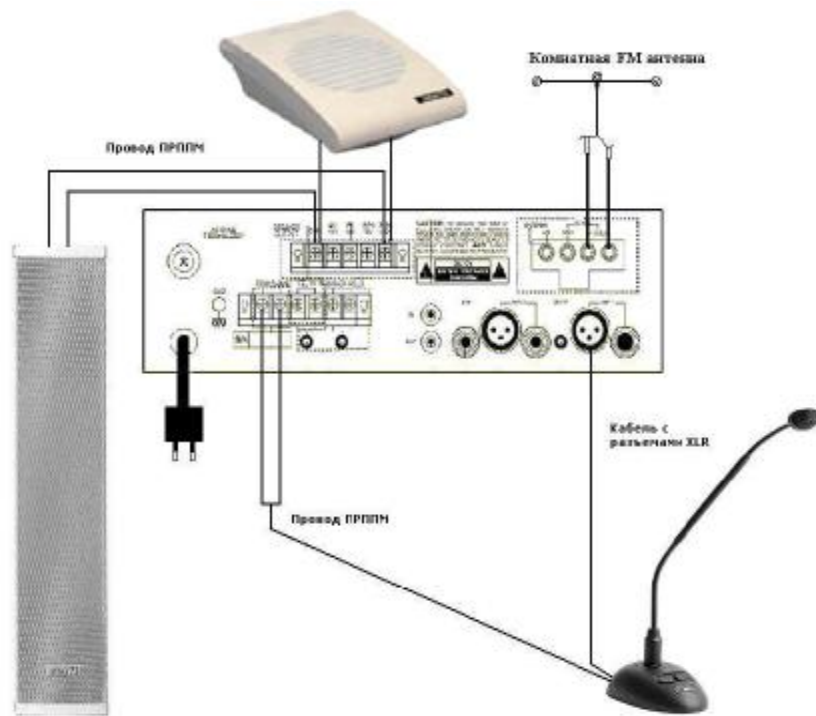

Рисунок 8. Схема соединений
4.2 Произведите подключение линий, антенны и микрофона к усилителю согласно схеме соединений (Рисунок 8). Микрофон к усилителю подключается входящим в комплект кабелем с разъемами XLR. Чтобы иметь возможность подачи сигнала "Гонг" посредством нажатия кнопки на микрофоне, проложите проводом ПРППМ дополнительную линию между усилителем и микрофоном. Для подключения этого провода к микрофону отверните 2 винта и снимите крышку с основания. Провод подключите к клеммнику, установленному на печатной плате. Заправьте провод в канавку и закройте крышку.